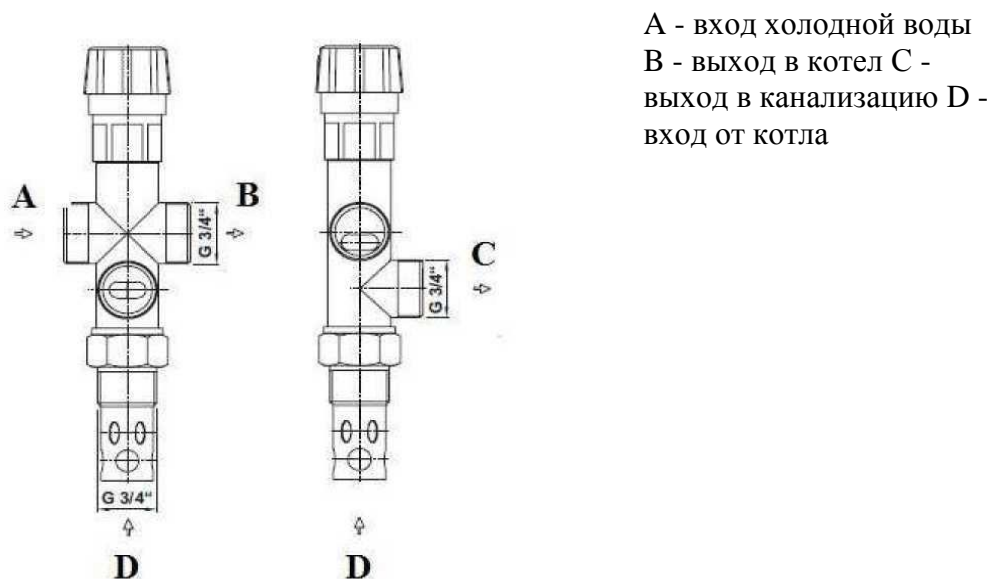
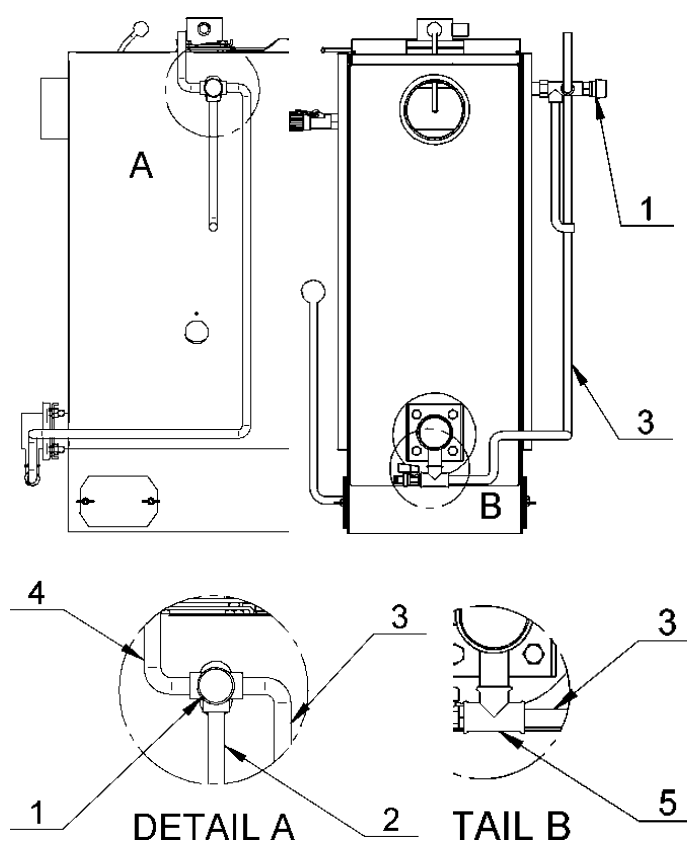

рис. 3 Двухходовой предохранительный клапан DBV 1
рис. 4. Присоединение DBV 1 к котлу PRIMTEK D
Установку может производить только профессионально подготовленный специалист. Для надлежащего функционирования термостатического двухходового предохранительного клапана, при его монтаже, необходимо соблюдать установленные требования, а также учесть обозначение направления потока, обозначенного на корпусе клапана. Предохранительный клапан всегда устанавливается непосредственно на котел: либо в левой верхней части котла, либо на выходном трубопроводе котла. При установке клапана необходимо проконтролировать, чтобы при монтаже на штуцер 3/4", было обеспечено полное погружение термостатического элемента клапана. После установки, на штуцер „С“ (рис. 3), присоединяется отводящий трубопровод, по которому горячая вода будет сливаться из котла в канализацию. В месте „А“ (рис. 3 и рис. 4), подсоединяется вход охлаждающей воды, которая, после включения клапана в работу, обеспечит охлаждение котла. На входе охлаждающей воды должен быть установлен фильтр для задержки механических загрязнений. К штуцеру „В“ (рис. 3) присоединяется трубопровод, который подключается обратно к системе отопления (рис. 4).
Клапан должен быть установлен в соответствии с рис. 4, т.е. выход „С“ (выход в канализацию) должен быть направлен вниз.
3. Установить сливной кран (поз. 18 на рис. 2) на ввод отопительной воды таким образом, чтобы штуцер был направлен к полу. В случае, если к котлу монтируется двухходовой предохранительный клапан DBV 1, то на штуцер необходимо установить тройник (см. рис. 4), на который навинчивается сливной кран и подвод воды от предохранительного клапана.